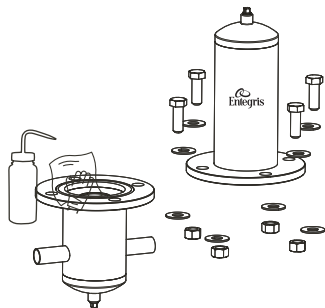

図 2.
1. イソプロピルアルコール (IPA) に浸した布 (IPA > 95% 推奨) で濡らし、ハウジングの内側と外側の表面をクリーニングします (図 2)。
1. 適切なサイズのレンチを使い、ハウジングの中央部からボルト、ナット、ワッシャーを取り外します (図 2)。
2. ハウジングの上半分を慎重に取り外します (図 2)。